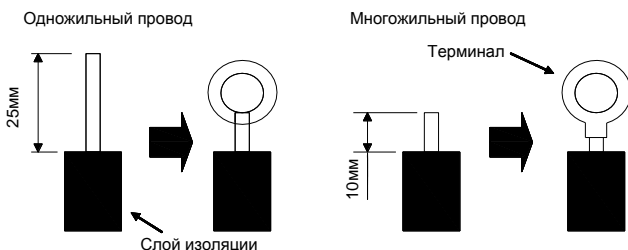

Рис. 4.37
- (1). Для одножильного питающего провода (Рис. 4.37)
- (2). Для многожильного провода (Рис. 4.37)